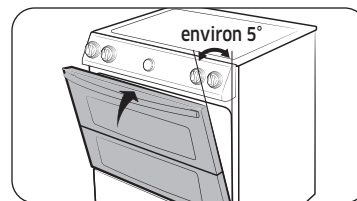

Fig. 1
4. Fermez la porte jusqu'à la position de retrait de la porte, c'est-à-dire à environ 5 degrés de la position verticale (Fig. 1).